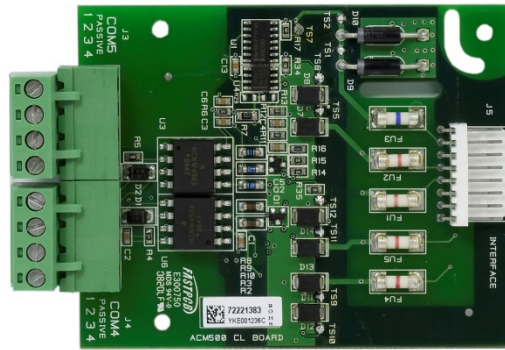
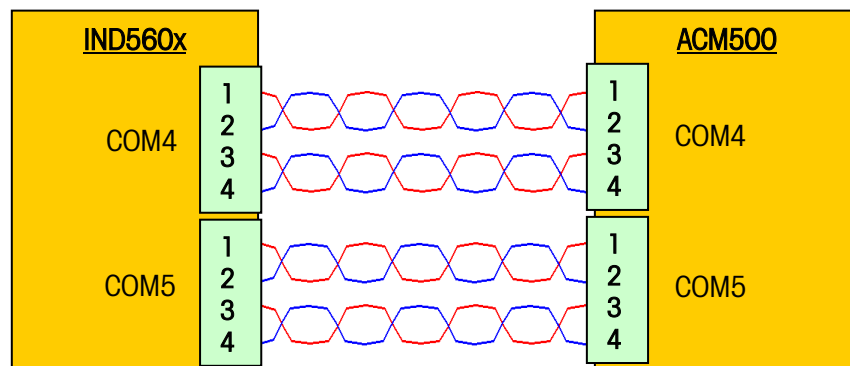

Figura 3-11: Tarjeta de interfase de bucle de corriente
Figura 3-12 Cableado de interfase serial I.S.
4. Siga las conexiones de cableado que se muestran en la Figura 3-12 y en la Tabla 3-3. Consulte la Figura 3-11 para identificar las posiciones de la terminal. Mantenga el cableado interno lo más corto que sea práctico.
6. Siga las conexiones de cableado que se muestran en la Figura 3-12 y en la Tabla 3-3. Consulte la Figura 3-11 para identificar las posiciones de la terminal. Mantenga el cableado interno lo más corto que sea práctico.